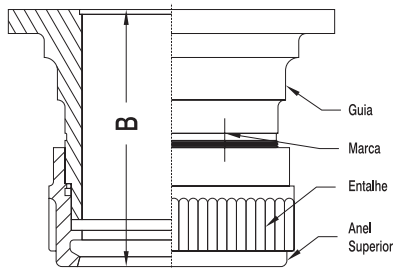

Figura 05
- 8.1.7 Quite el Tornillo de Bloqueo superior (04). (17), Anillo de Regulación superior (08), soporte del disco (12) y disco (04), tirando del vástago hacia arriba y teniendo cuidado de no alterar el posicionamiento del anillo. Proteja la superficie del sello del disco. Marque la posición de las ranuras del anillo superior en relación con la guía y el anillo. anote la dimensión B según Figura 05, estos procedimientos ayudarán a posicionar el Anillo de Regulación superior exactamente en la posición en que se encontraba antes del desmontaje.